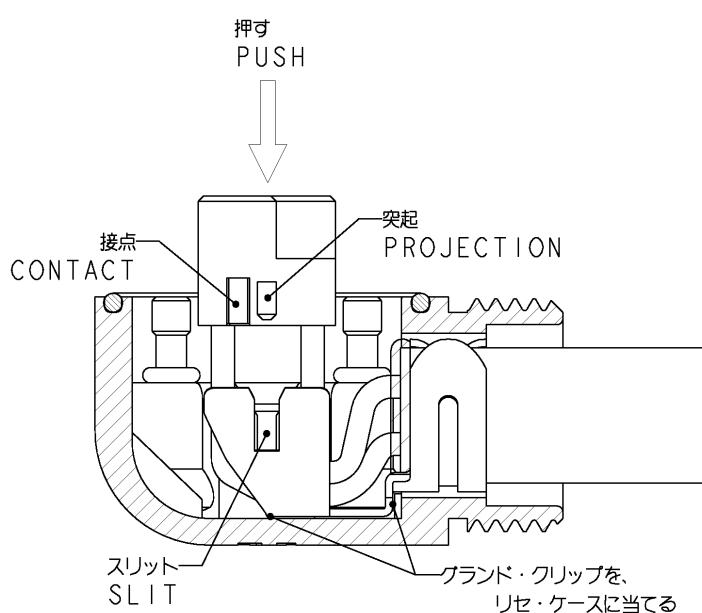

Fig. 16-5
- 16-5) グランド・クリップの変形を戻し、リセ・ケースに対し、Fig. 16-5 のように位置決めする。
- 16-5) Return modification of a ground clip and position like Fig. 16-5 to a receptacle case.